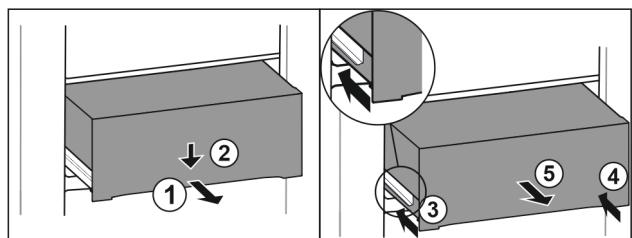

Fig. 112
- Изтеглете чекмеджето наполовина. Fig. 112 (1)
- Натиснете надолу чекмеджето от предната страна. Fig. 112 (2)
- Вкарайте лявата релса приблизително 2 см навътре. Fig. 112 (3)
- Вкарайте дясната релса приблизително 2 см навътре. Fig. 112 (4)
- Извадете чекмеджето напред. Fig. 112 (5)